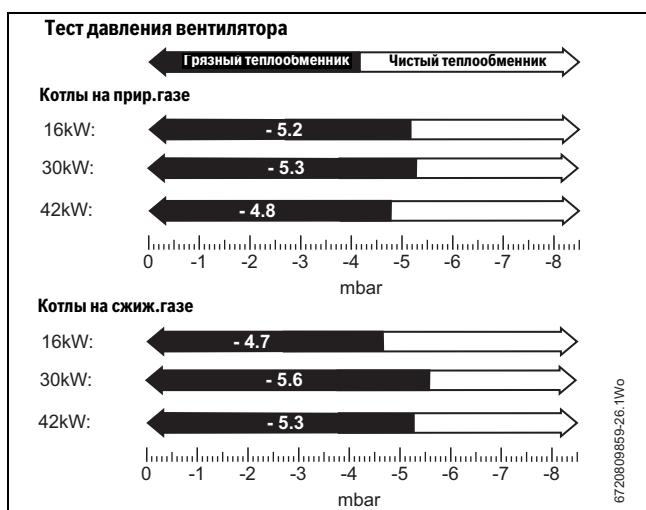

Рис. 50 Показания управляющего давления вентилятора
- Давление будет отрицательным; см. график на рис. 50 ниже.